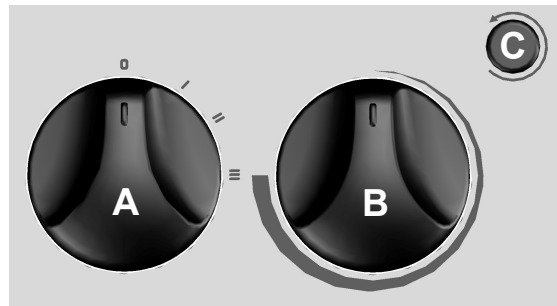

fig. 1
- Stellen Sie sicher, dass der Bezug " I " des Drehknopfes "A" (Abb. 1) mit dem Symbol " o " auf der Bedienkonsole (Abb. 2) zentriert ist.
- *Verifique que la referencia "I" de la manija "A" (fig. 1) esté alineada con el símbolo "o", presente en el panel de mandos (fig. 2).*